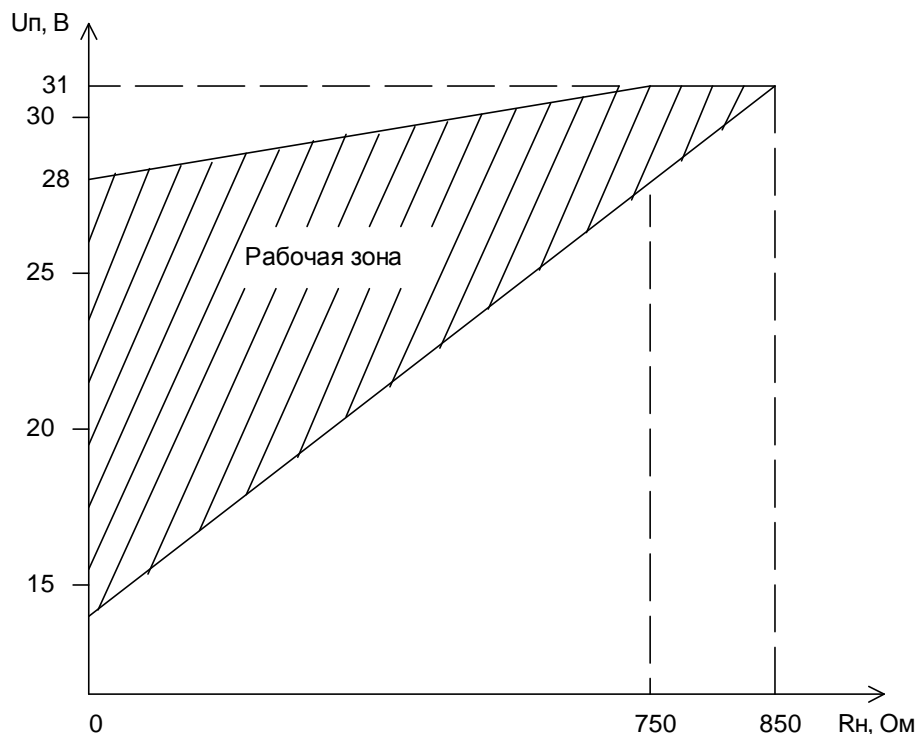

Рисунок 1
1.2.4 Электрическое питание ИП осуществляется от источника питания постоянного тока напряжением от 14 до 31 В, при этом пределы допускаемого напряжения питания зависят от нагрузочного сопротивления (сопротивление нагрузки и линии связи) и должны соответствовать границам рабочей зоны (рисунок 1). Пульсация (двойная амплитуда) выходного напряжения источника питания не должна превышать 0,5 % от номинального значения выходного напряжения, при частоте гармонических составляющих, не превышающей 500 Гц.